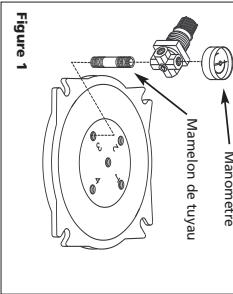

Figure 1
1. Monter le régulateur au couvercle du réservoir à peinture comme indiqué sur la Figure 1.